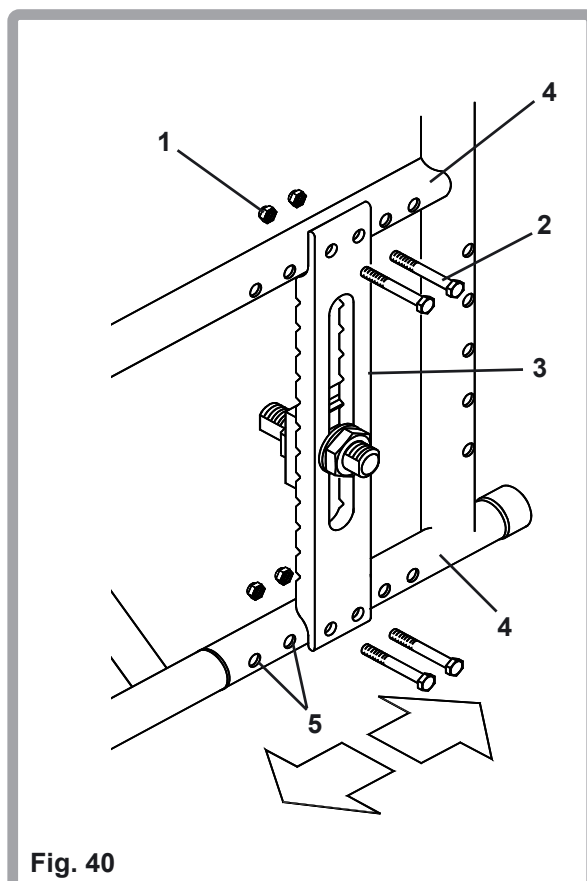

Fig. 40
Le centre de gravité (Fig. 40) est ajusté en retirant les quatre écrous de retenue (1) et les vis (2) de la plaque d'axe (3), en faisant coulisser la plaque d'axe le long des barres supérieures et inférieures (4) à la position requise et en remontant les écrous et les vis dans les trous pré-perçés (5) du cadre. La dimension de la clef est de 10 mm, les vis et écrous doivent être serrés. Serrer jusqu'à 8-10 Nm.